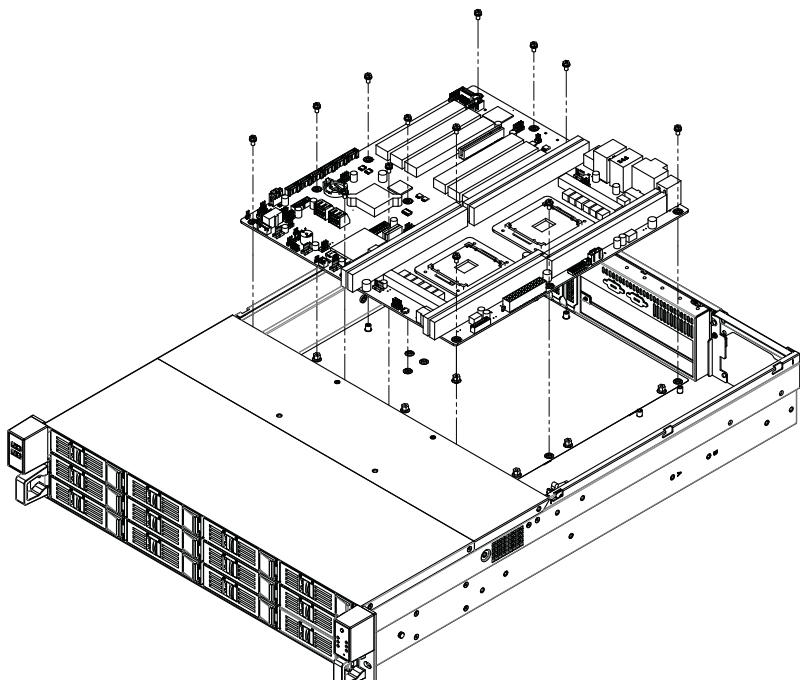

Figure 2.4 Installing a motherboard/ 安装母板 / 安裝主機板
2. Attach the motherboard I/O shielding onto the rear plate first. Then fasten the motherboard onto the chassis (see Figure 2.4).
2. 将主板的 I/O 屏蔽衬垫放在后面板上，然后把主板固定在机箱上（如图 2.4 所示）。